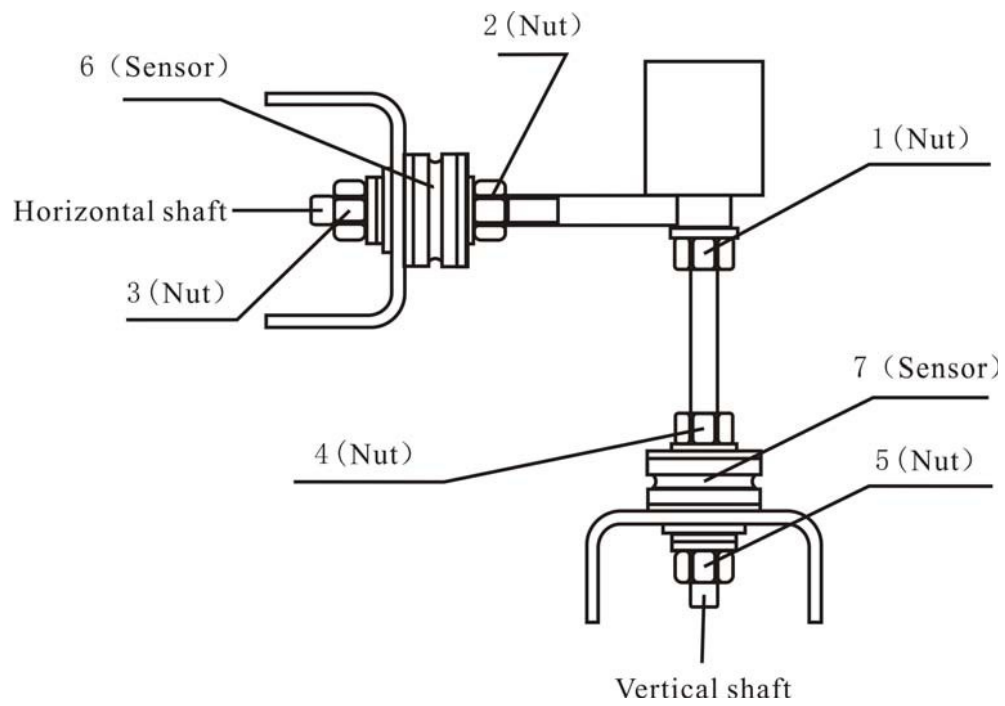

Bild 18-1
4. Montera givarna och muttrarna enligt Bild 18-1 (var noggrann med givarnas riktning.)